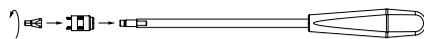

Fig. 8
- Avvitare assieme manualmente lo strumento inseritore per le viti di bloccaggio, vedere Fig. 8.